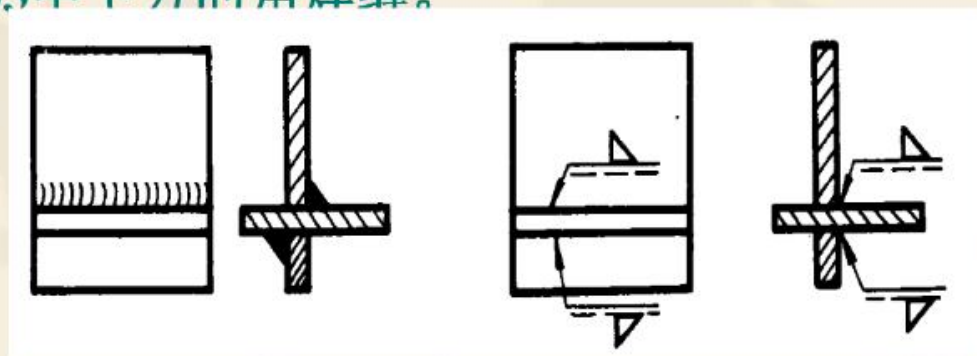

图7-33 基本符号相对基准线的位置（双角焊缝）
(5)、当箭头线直接指向焊缝时，基本符号应标注在实线侧，如图7-33中的角焊缝符号。当箭头线指向焊缝的另一侧时，基本符号应标注在基准线的虚线侧，如图7-32c中的V形焊缝的标注以及7-33中下方的角焊缝。